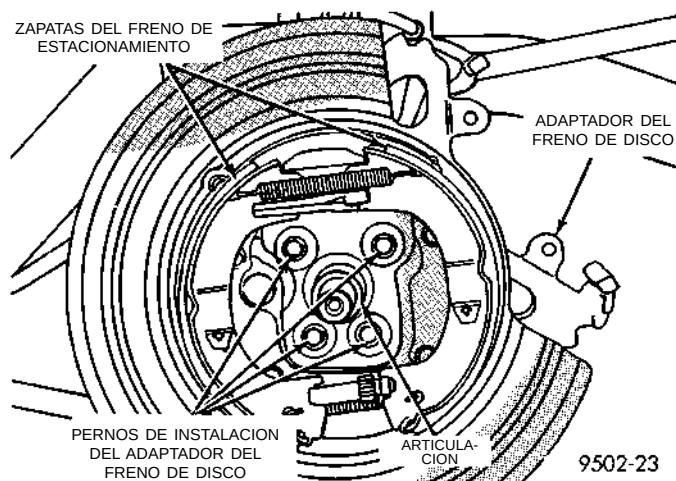

Fig. 16 Montaje del adaptador del freno de disco
(8) En vehículos que tienen instalados frenos de disco traseros, retire los 4 pernos que fijan el adaptador del freno de disco a la articulación trasera (Fig. 16). Después retire de la articulación el adaptador, el protector del rotor, las zapatas del freno de estacionamiento y el cable del freno de estacionamiento como conjunto.
(7) En vehículos que tienen instalados frenos de disco traseros, instale el adaptador del freno de disco en la articulación (Fig. 16). Instale los 4 pernos que fijan el adaptador del freno de disco a la articulación (Fig. 16). Apriete los pernos de fijación con una torsión de 68 N·m (50 lbs. pie).